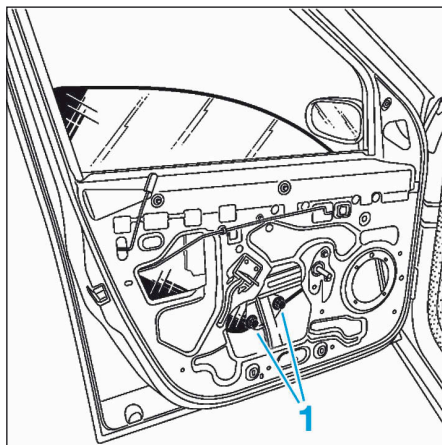

FIG.43
- Descendre la vitre afin d'accéder aux vis (1) (Fig.43).
- Déposer les vis (1).